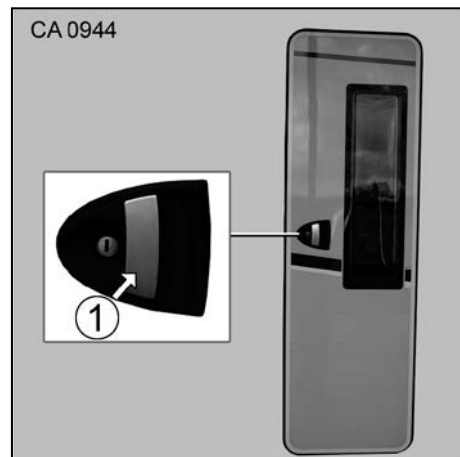

Fig. 43 Extérieur de la portière d'accès
3. Tirer sur le levier à poignée (Fig. 43/1) pour déverrouiller/ouvrir la porte.